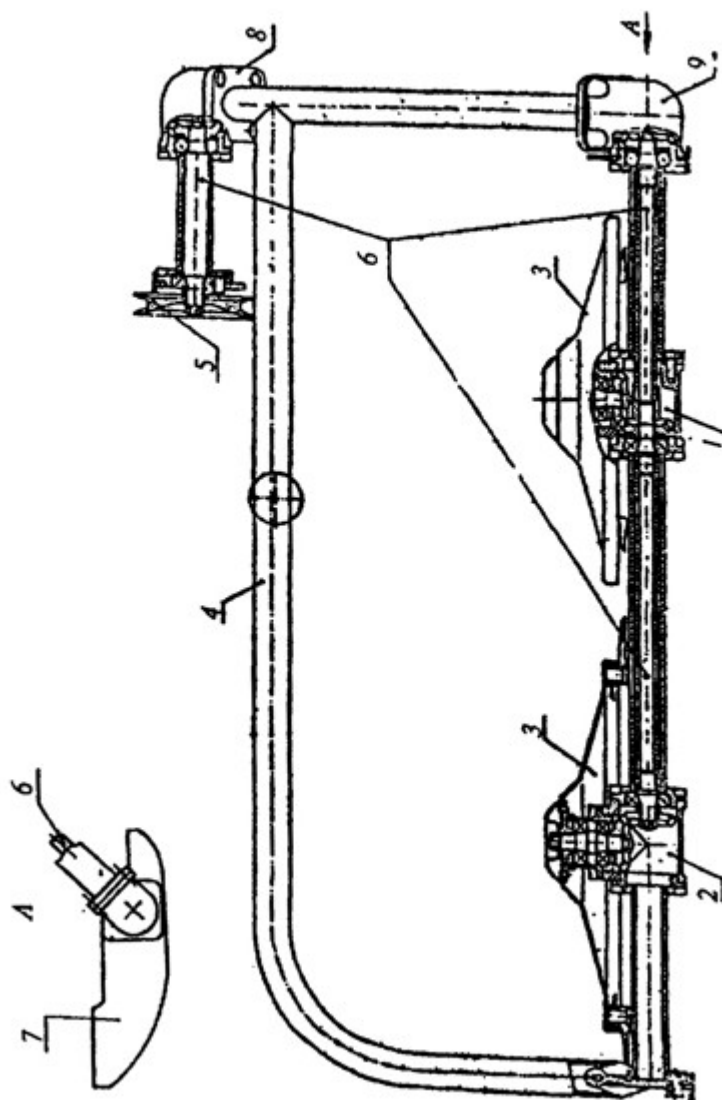

Рис. 1. Роторная косилка
- 5.1. Общий вид косилки представлен на Рис.1. Конструкция режущих дисков и редуктора привода дисков представлены на Рис. 2.
- 5.2. Передача крутящего момента от приводного шкива 5 (Рис. 1.) к режущим дискам передается с помощью шлицевых торсионных валов 6 и конических шестерен 9 (Рис. 2.).
8.2.1. Для заполнения редуктора привода первого и второго режущих дисков 1 и 2 (Рис. 1.) необходимо расконтрить и отвернуть гайку 1 (Рис. 2.), снять шайбу защитную 3 и диск 4, отвернуть четыре болта 5, снять пружинные шайбы и корпус ведомой шестерни 7.
8.2.2. Для заполнения верхнего углового редуктора 8 (Рис. 1.) необходимо отвернуть четыре болта крепления редуктора к раме 4, затем снять редуктор 8 вместе с приводом от шкива 5. В полость редуктора добавить 50 см³ солидола ГОСТ 4366-76. Сборку редуктора произвести в обратном порядке.
8.2.3. Для заполнения нижнего углового редуктора 9 (Рис. 1) необходимо отвернуть четыре болта крепления редуктора к раме 4 и два болта крепления редуктора привода второго режущего диска 2 к раме 4, затем снять нижний угловой редуктор вместе с редуктором 1 и 2. В полость 9 добавить 50 см³ солидола ГОСТ 4366-76.